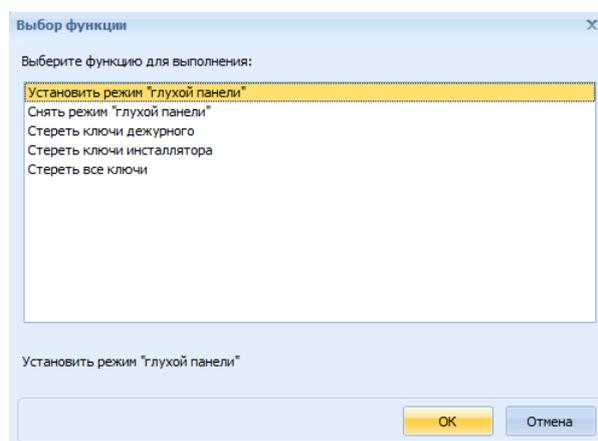

Рис. 9 Окно Выбор функции
- **Другие функции** - пункт меню, позволяющий открыть диалоговое окно, в котором можно выбрать одну из перечисленных команд, относящихся к выбранному устройству. (Рис. 9):